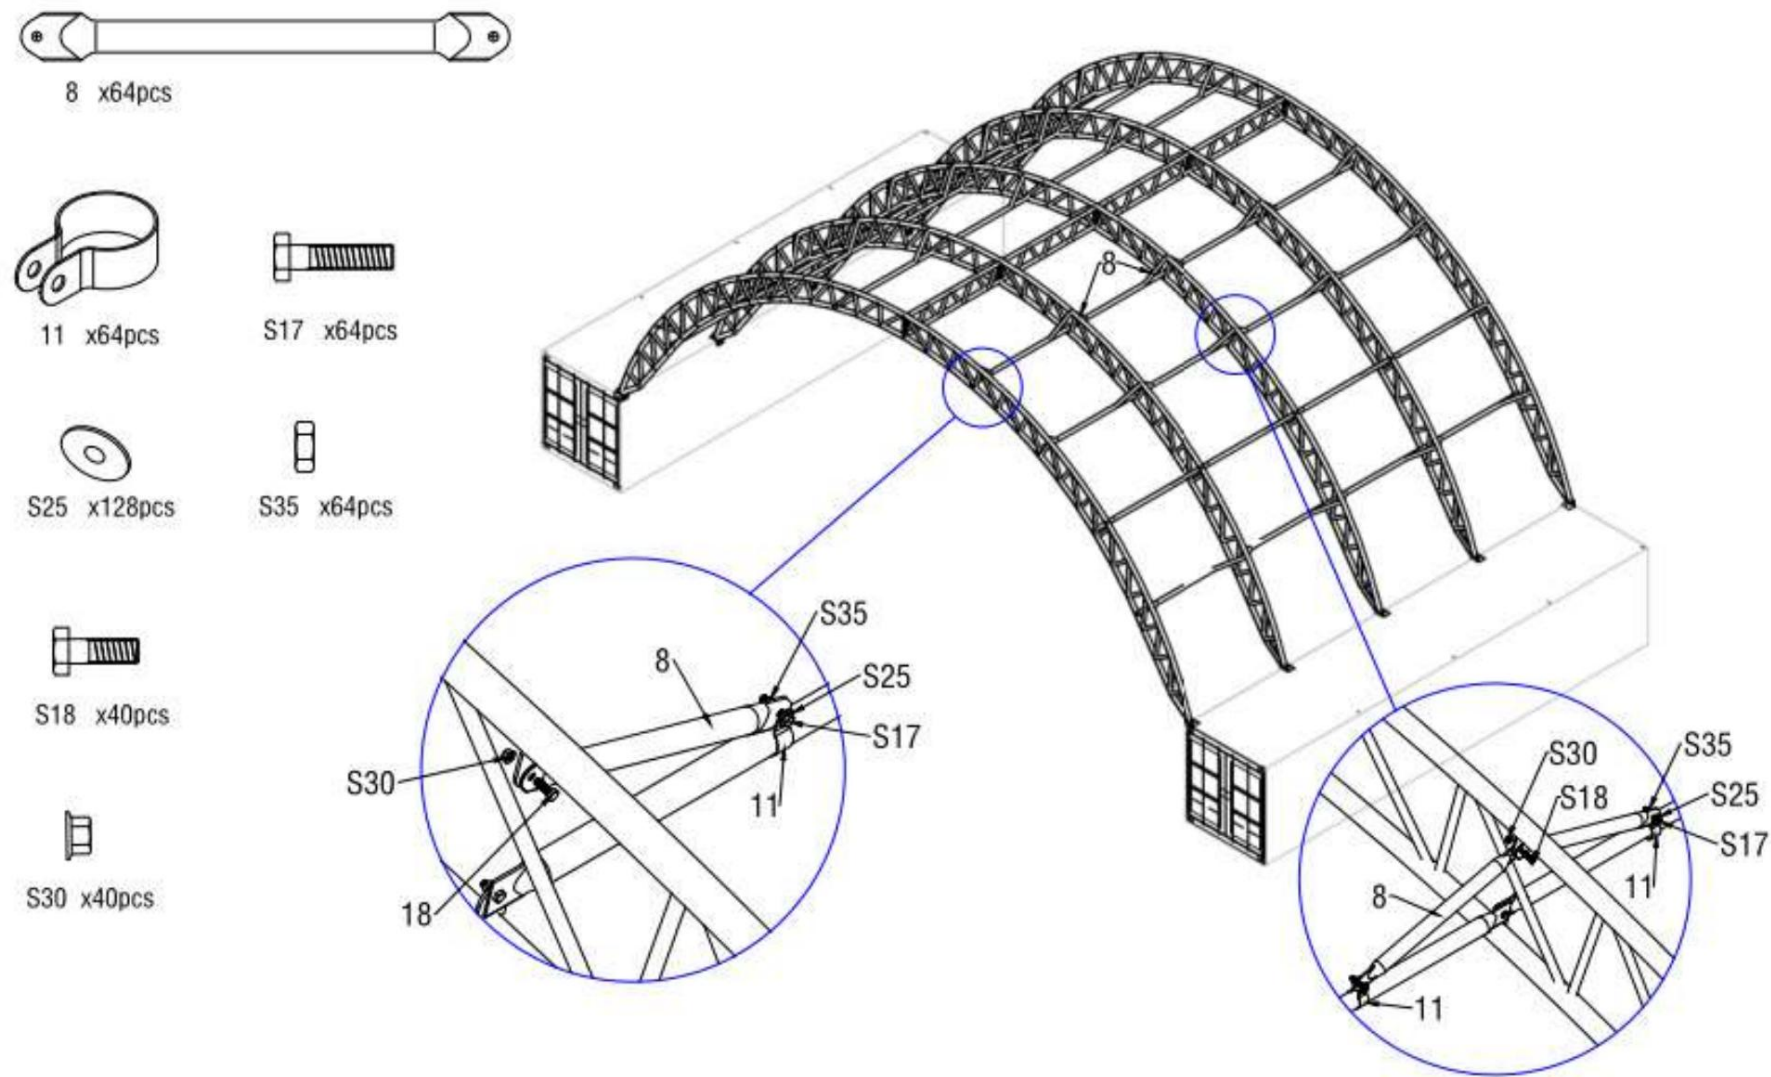

Figure 7
2.5.Connectez le tube de support diagonal pour panne (partie 8) en utilisant la pièce n° 11. Après cela, installez le troisième arc, connectez le troisième arc à la plaque de base comme mentionné précédemment, connectez toutes les pannes restantes tour à tour comme le montre la figure 7.